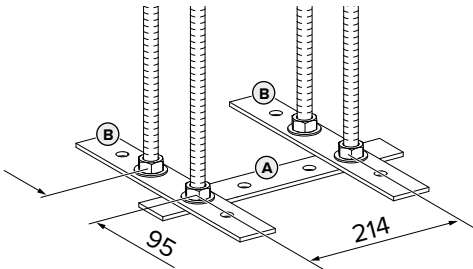

Fig. 1: Mål [mm]
- ▶ Stikk gjengestenger inn i Fig. 1 inn i flattstålet, samtidig som det tas hensyn til målene. Påse at flattstålet (A) og flattstålene (B) er plassert i rett vinkelen (90°).